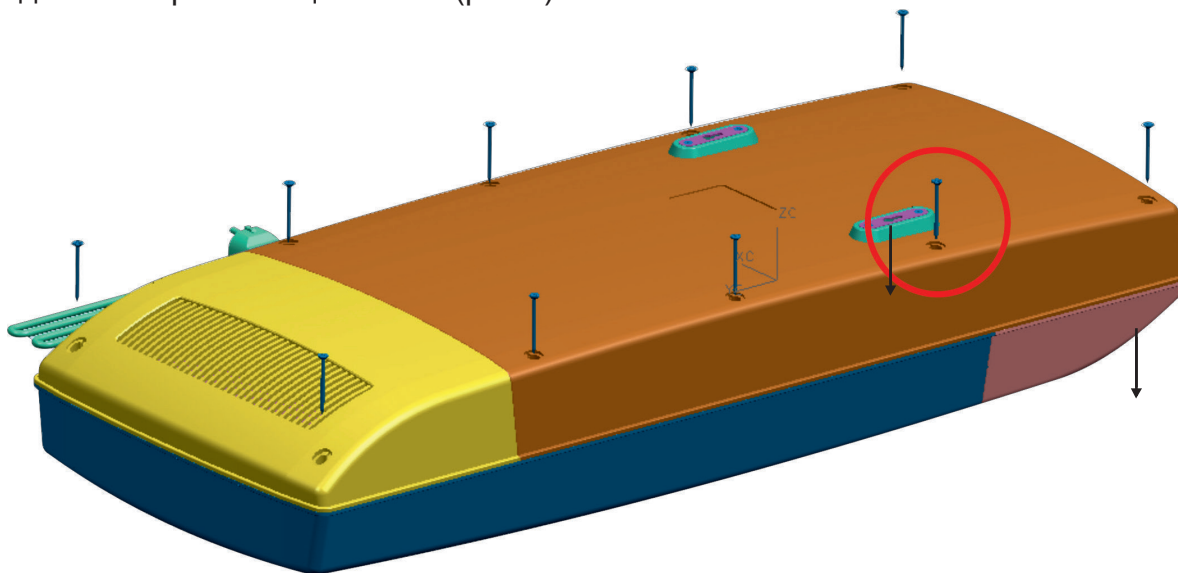

Рис.5
- совместить переднюю и заднюю панели рециркулятора и зафиксировать соединение при помощи винтов (рис.5)